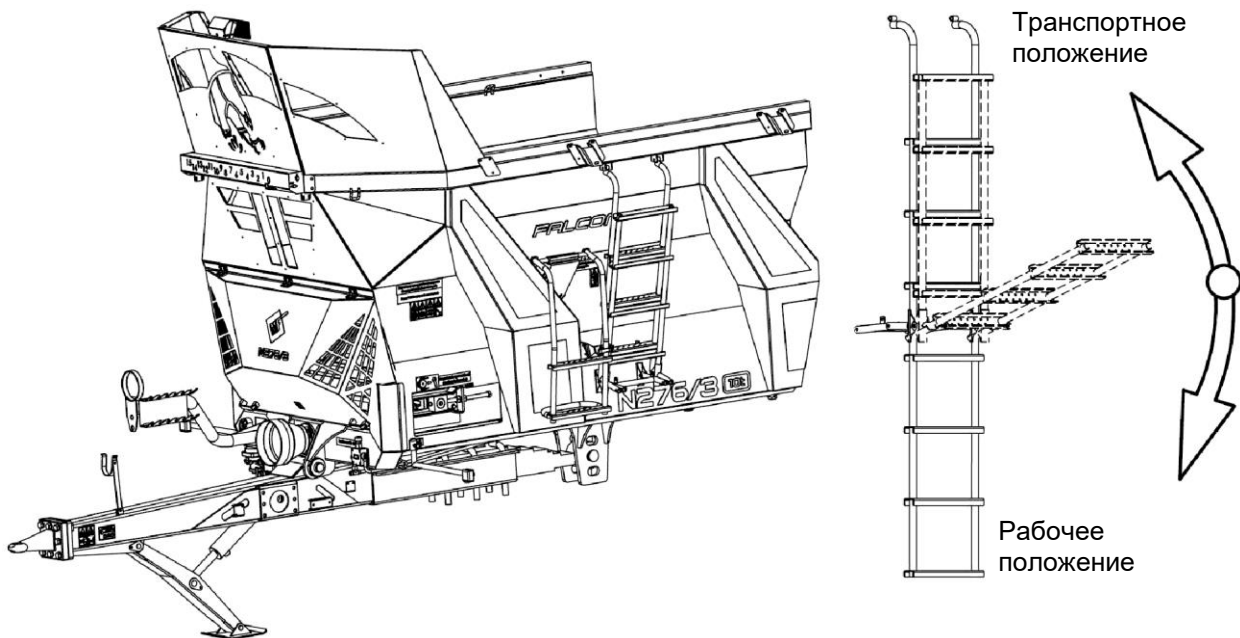

Рисунок 11. Наружная лестница
На рисунках (рис. 11, 12, 13) показаны складная лестница и внутренняя лестница, обеспечивающая доступ к кузову только с целью очистки, технического обслуживания или ремонта.
1. Установить наружную лестницу в рабочее положение (Рисунок 11).
2. Отцепить резиновый затягивающий элемент (1).
3. Открепить лестницу от нижнего кронштейна (2).
4. Выдвинуть лестницу вверх (3).
5. Установить лестницу внутри кузова в предусмотренные для этого кронштейны (5).